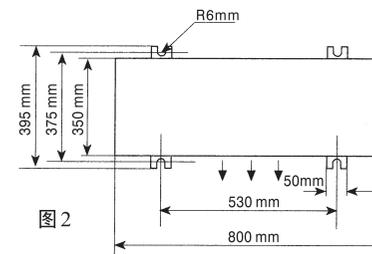
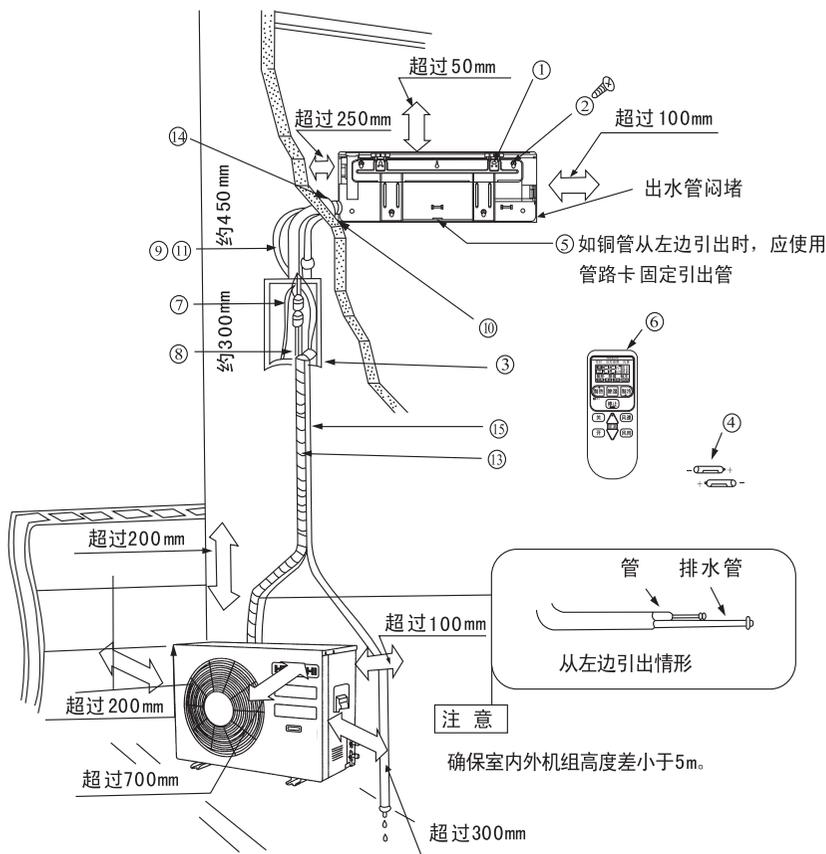

图2
图1
- (1) 为了便于修理,室内机组旁边应如图1般保留空间。
- (1) 如图1所示保留室外机组旁的空位,避任何免障碍物妨碍通风系统。
- (2) 尽量安装于房屋的东或北方。如装于南或西方是无可避免时,应有遮盖物遮盖。
- (3) 最好不要安装在污秽或雨淋的地方。
- (4) 尽量靠近室内机组安装。
- (5) 室外机外形尺寸及安装固定孔位置见图2
- 1 示图1是管道后出连接安装成形。
- 2 根据总装示图1结合对应附件按要求牢固安装。